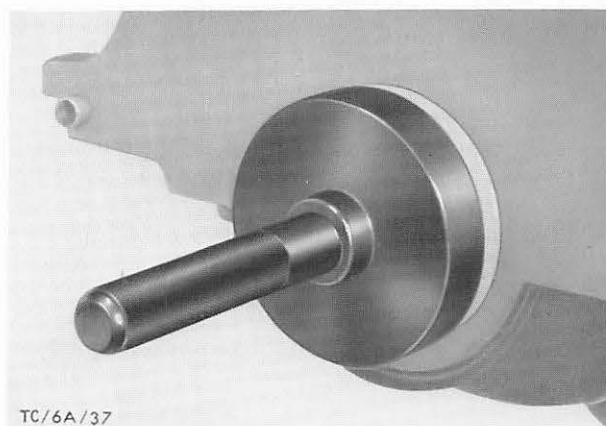

Abb. 105 Hinteren Radialdichtring mit Spezialwerkzeug 21-011-A montieren
35. Neuen hinteren Radialdichtring an der Dichtlippe mit Motoröl benetzen, auf das Spezialwerkzeug 21-011-A schieben und bis zum Anschlag des hinteren Kurbelwellenlagers treiben, Abb. 105.